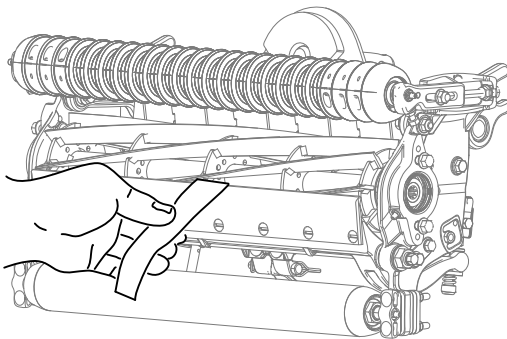

Figure 13
- Contrôlez la performance de coupe en insérant une longue bande de papier de performance de coupe (réf. Toro 125-5610) entre le cylindre et la contre-lame, perpendiculairement à la contre-lame (Figure 13).